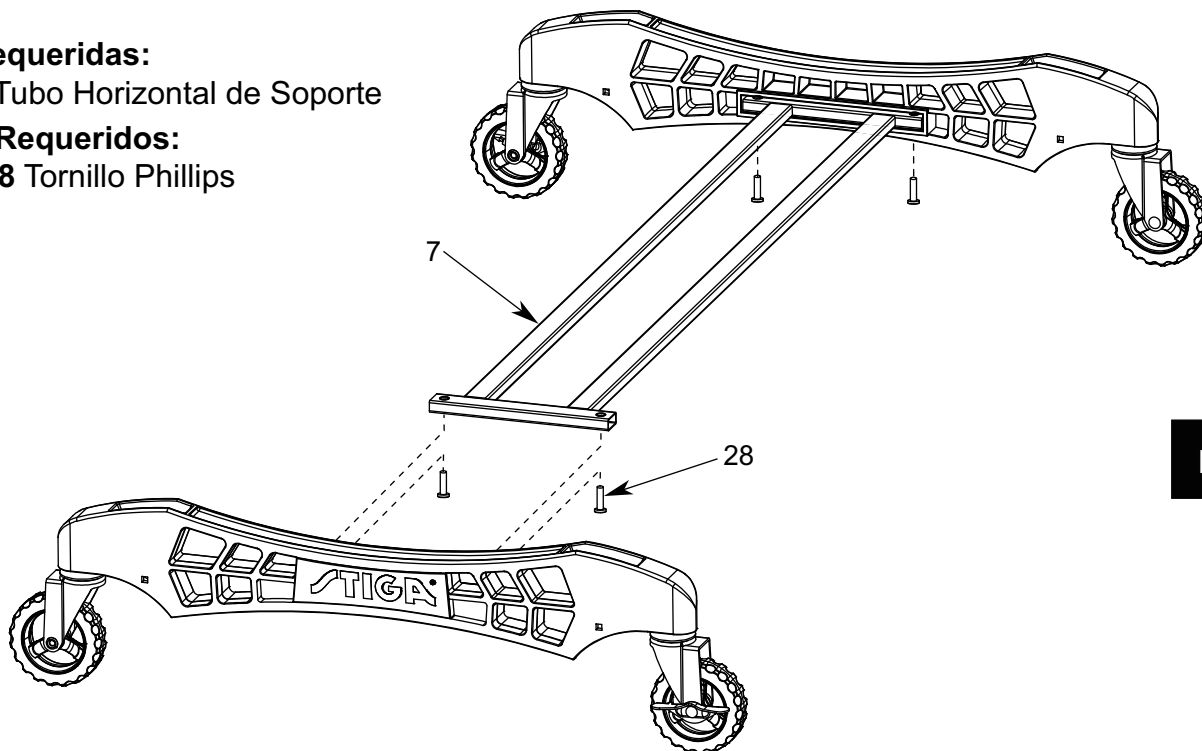

Figura 2
2. Deslice el Tubo Horizontal de Soporte (**#7**) dentro de los Carriles utilizando cuatro Tornillos Phillips (**#28**) como se muestra en la **FIGURA 2**. Apriete los tornillos bien pero **NO SOBRE APIRIETE**.